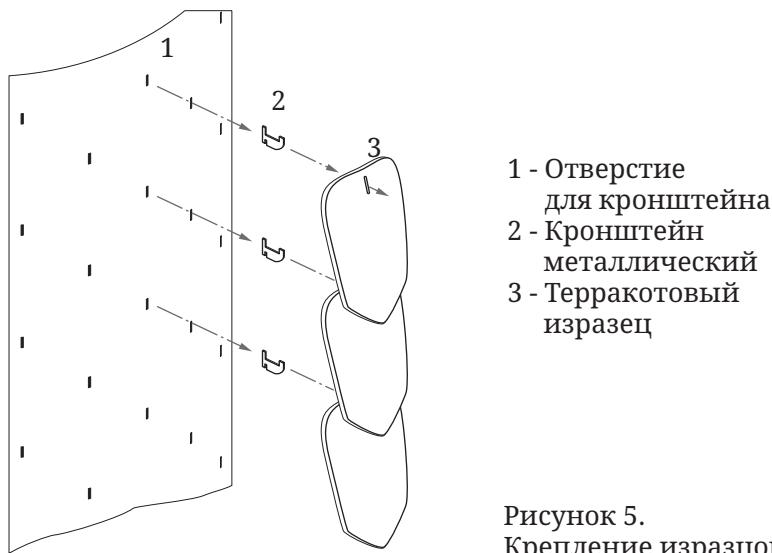

Рисунок 5.
вставляются в отверстия на кожухах печи и дымохода (1) (рисунок 5). Кронштейны нужно вставить во все отверстия.